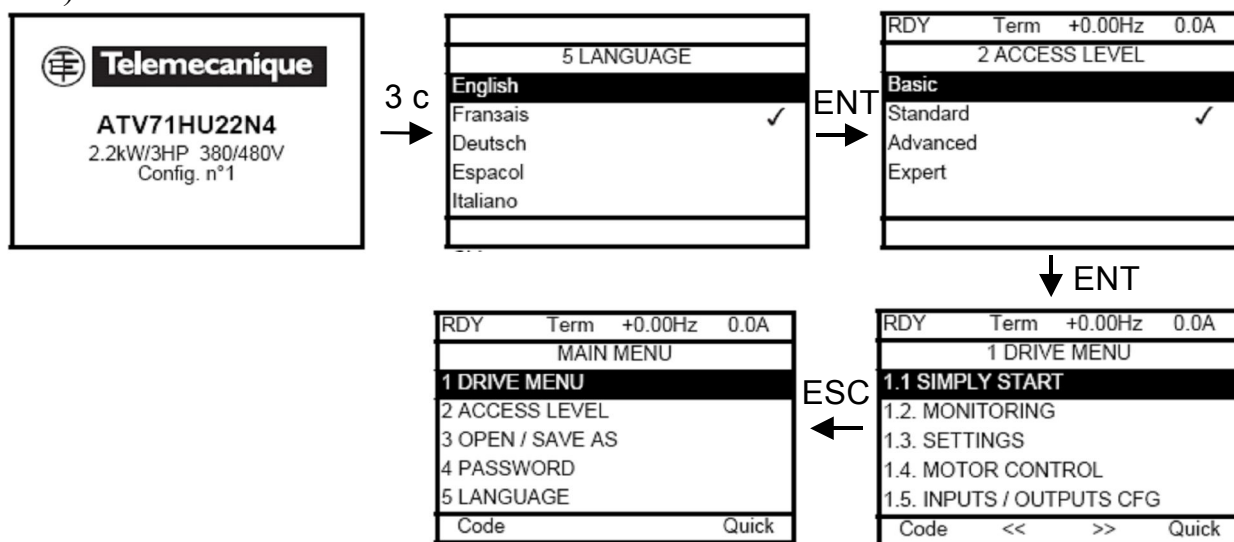

Рис. 1.4. Меню ГТ при первом включении ПЧ
После первого включения ПЧ на графическом дисплее отображается окно с типоразмером ПЧ и номером конфигурации (рис. 1.4).
- *RETURN TO MAIN MENU* – возврат в главное меню, см. рис. 1.4;